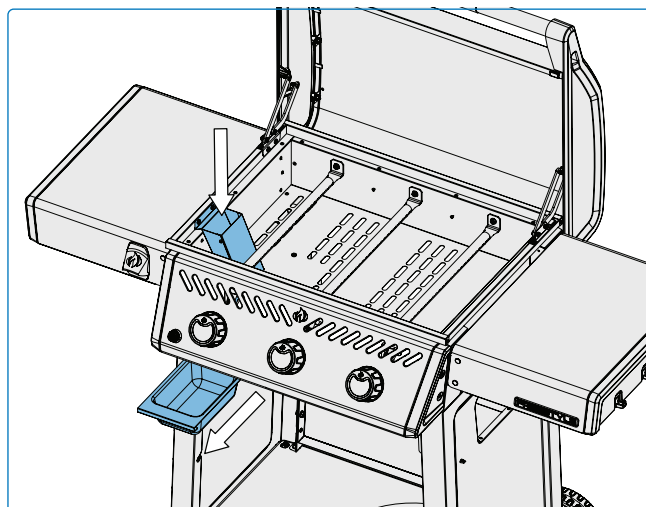

Fig. 11
1. Una volta che l'apparecchio si è raffreddato completamente, rimuovere con cautela il vassoio di raccolta direttamente dal carrello dell'apparecchio senza inclinarlo. **(Fig. 11).**